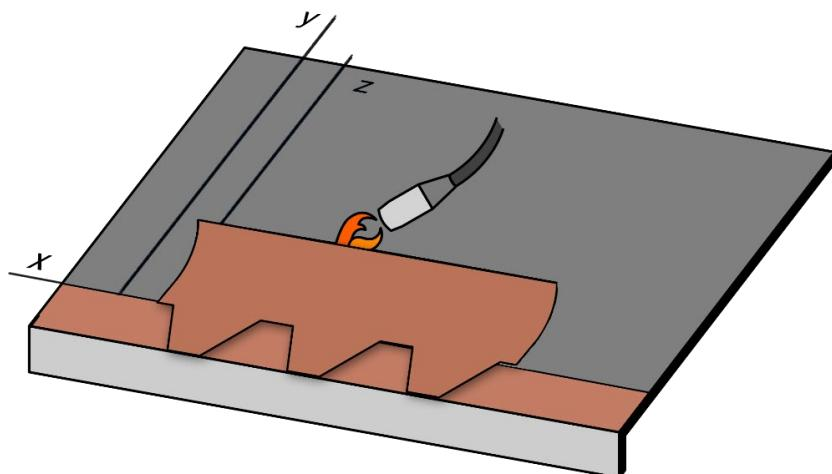

Fig. 17 – Installazione prima fila di tegole a fiamma
- Procedere con la posa della prima fila di tegole: allineare il bordo laterale della prima tegola sulla verticale **z** e il bordo superiore sull'orizzontale distante 14,3 cm da **x** – vedi Fig. 17. Fissare la tegola alla membrana usando la fiamma del cannetto e sollevando la parte superiore della tegola con apposito strumento, Fig. 17. La parte retrostante autoadesiva delle faldine delle tegole, fissera le tegole della prima fila alle tegole sottostanti della fila di partenza. Procedere con la posa di tutte le tegole della fila.